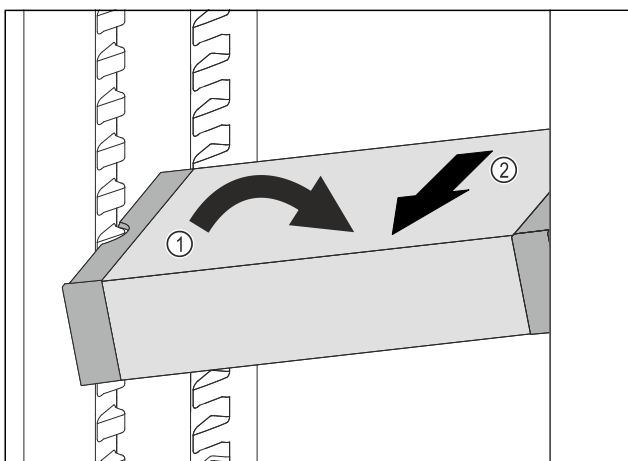

Fig. 206
- VarioSafe im Kühlteil schräg stellen. Fig. 206 (1)
- VarioSafe nach vorne entnehmen. Fig. 206 (2)